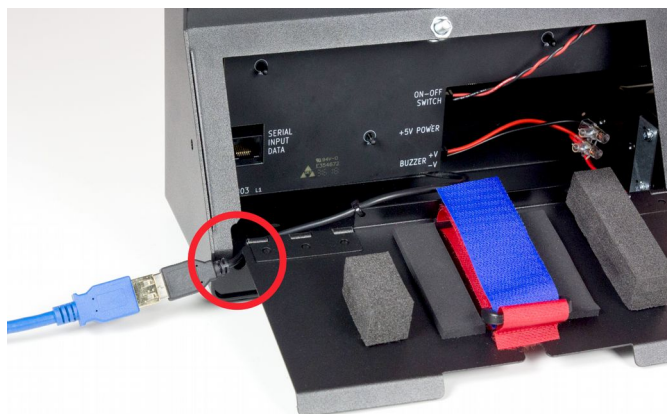

Fig. 2.1: Collegamento del cavo per l'alimentazione esterna.
- Fate passare il collegamento attraverso l'apposita fessura a lato dello sportello prima di richiudere quest'ultimo (Fig. 2.1).